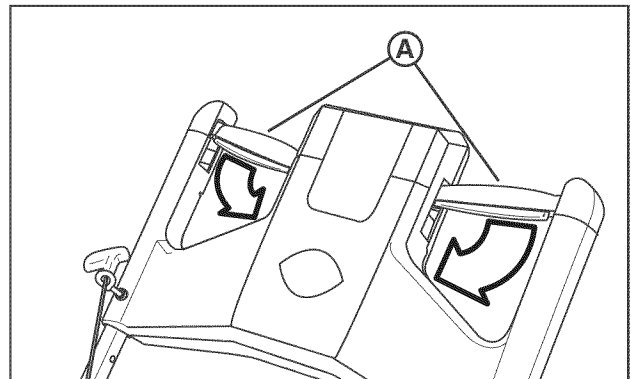

Figure 4 : Propulsion de la tondeuse
2. Pousser lentement la commande d'entraînement (A, Figure 4) vers l'avant et vers l'intérieur pour propulser la tondeuse. On augmente la vitesse en poussant plus loin la commande d'entraînement.